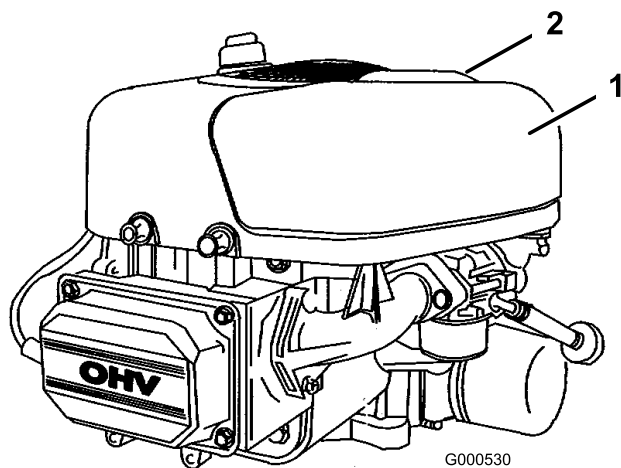

Figure 30
4. Nettoyez la surface autour du filtre à air pour éviter que des impuretés ne s'introduisent dans le moteur et l'endommagent. Tirez la poignée du couvercle du filtre à air et tournez-la vers le moteur (Figure 30). Déposez le couvercle du filtre à air.